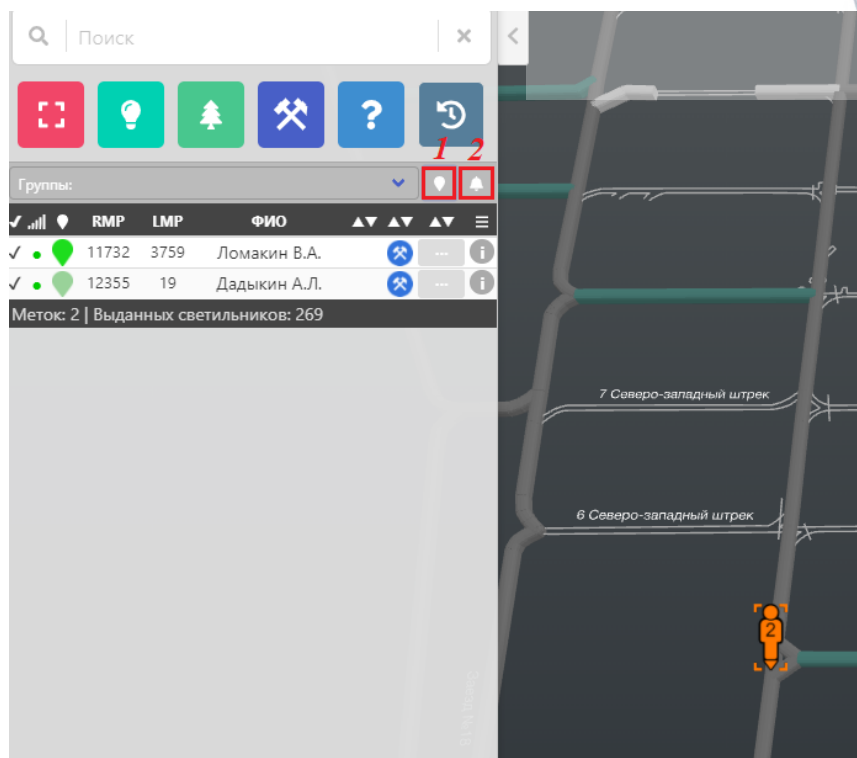

Рисунок 23 – Выбор группы для группового оповещения
2.8.5.1. Для отправки группового оповещения горнорабочим нужно выбрать группу людей любым из ранее перечисленных способов и открыть экран управления групповыми оповещениями. (рисунок 23, 24).